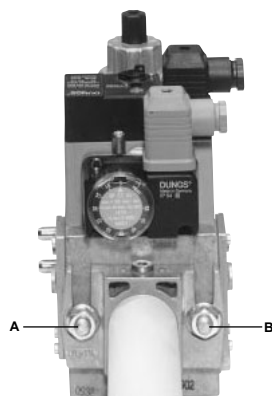

Рис. 3
3. Затянуть винты A, B, C и D (Рис. 3 - Рис. 4), (Рис. 6), соблюдая дистанции монтажа (Рис. 6);